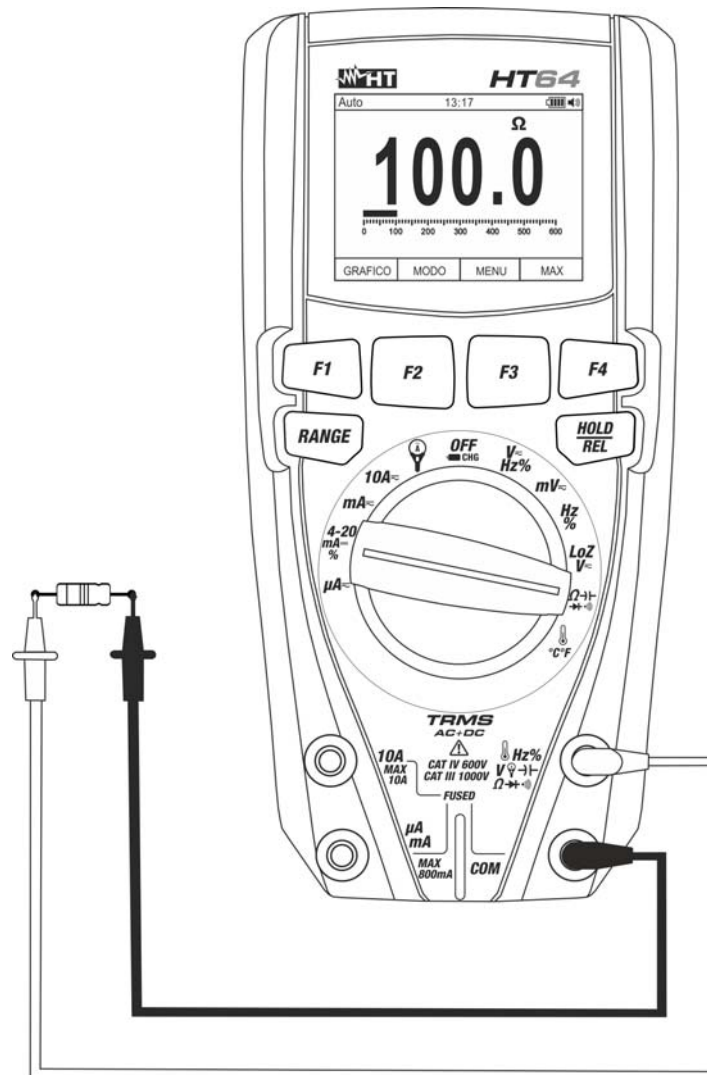

Fig. 26: Uso del instrumento para medida de Resistencia y Prueba de Continuidad
3. Posicione las puntas en los puntos deseados del circuito en examen (vea Fig. 26). El valor de la resistencia se muestra en pantalla